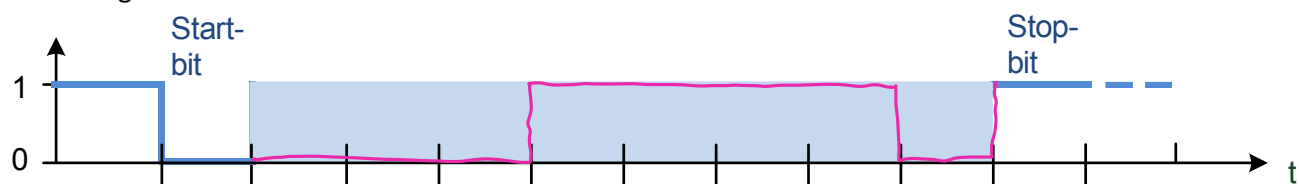

Abbildung 1
Q05 bestimmen Sie den Binärwert und zeichnen Sie das Zeitdiagramm der Übertragung in Abbildung 1 ein.
- Verwenden Sie für den Anschluss des Oszilloskops Proben. Verbinden Sie einen Erdungsanschluss mit Pin 4, Kanal 1 mit Pin 6 (TD) und Kanal 2 mit Pin 5 (RD).
- Drücken Sie auf der Tastatur das Zeichen, das Sie in der Vorbereitung für die Abbildung 1 gewählt hatten. Vergleichen Sie die von Ihnen gezeichnete Kurvenform mit der vom Oszilloskop angezeigten.